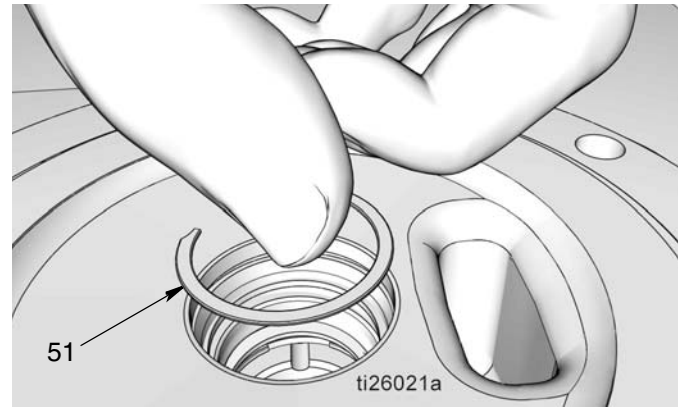

图 35
- f. 安装固定夹 (51) (图 35)。当固定夹正确就位到沟槽上时应听到“咔哒”一声。
- g. 安装垫片 (12) (图 35)。